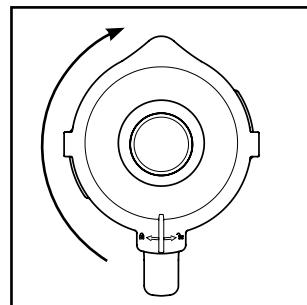

Fig. 2
- 4) Appuyez à nouveau fermement le couvercle **②** sur le bol mixeur **③** de manière décalée. Refermez le couvercle **②** en le tournant dans le sens horaire jusqu'à ce qu'il encrante audiblement en position  (voir fig. 2). Veillez à ce que le bec verseur du bol mixeur **③** soit fermé. Le moteur ne peut démarrer que si le couvercle **②** est posé de manière alignée.